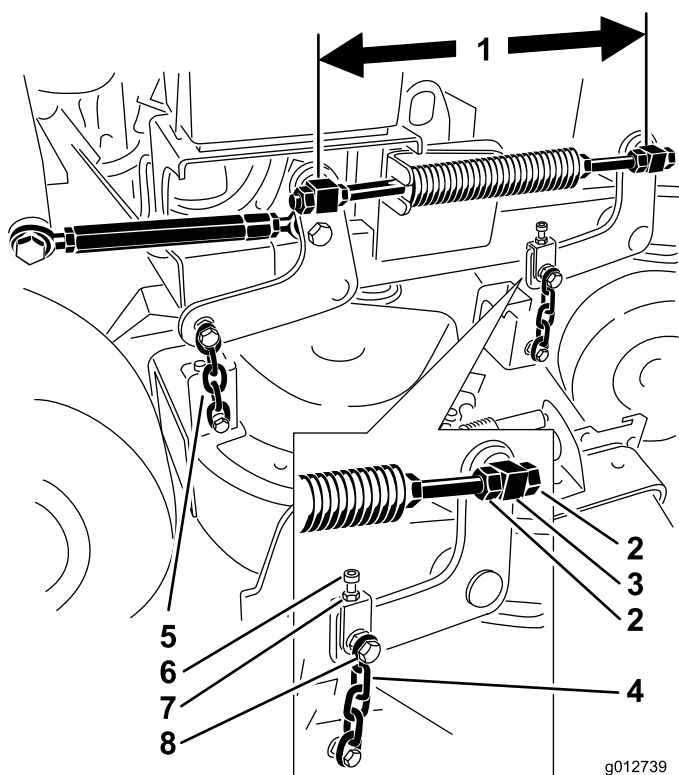

Figura 81
6. Compruebe la distancia entre los pivotes; mida del centro de un pivote al centro del otro (distancia entre centros) en la varilla roscada. Esta distancia debe ser de 49,5 cm (19-1/2 pulgadas) para plataformas de corte de 36 pulgadas (91 cm), y de 43,7 cm (17-3/16 pulgadas) para plataformas de corte de 40 pulgadas (102 cm) (Figura 81).
9. Utilice las contratuercas del pivote delantero para ajustar la longitud entre los pivotes delantero y trasero en ese lado (Figura 81).
11. Utilice el perno de ajuste para obtener la misma tensión en ambas cadenas delanteras (Figura 81).
5. Afloje la tuerca del perno superior de la cadena y la contratuerca del perno de ajuste (Figura 81).
6. Apriete o afloje el perno de ajuste para obtener una distancia de 6 a 10 mm (1/4 a 3/8 pulgadas) menos en la parte delantera, en **A** que en la parte trasera, en **B** (Figura 81).